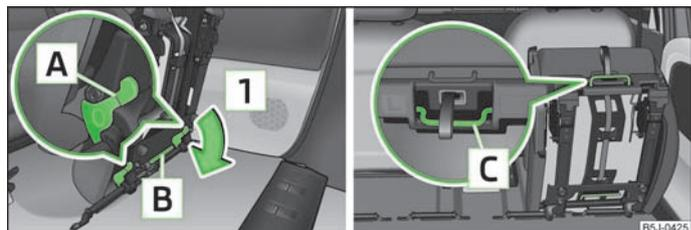

Fig. 39 Bloccare il sedile ribaltato in avanti/Impugnatura sul cuscino del sedile
- Sbloccare il sedile ribaltato premendo i bloccaggi del sedile **A** » fig. 39 nella direzione indicata dalla freccia **1**.
- Ripiegare in avanti il sedile esterno » pagina 54, *Ripiegare in avanti lo schienale e ripiegare completamente il sedile.* e sbloccarlo » fig. 39.